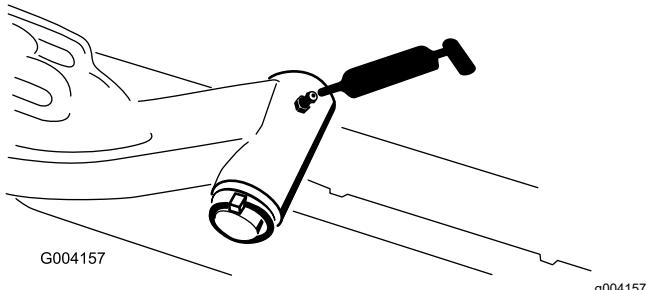

Рисунок 67
- Ось поворота подъемного рычага (по 1 шт.)—Рисунок 67